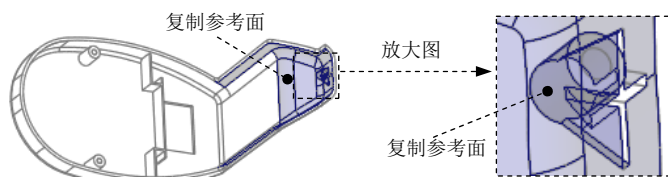

图 26.16 复制参考面
(1) 将坯料、分型面遮蔽，将参考模型取消遮蔽，选取图 26.16 所示的模型表面。
(2) 单击 **模具** 功能选项卡 **操作** 区域中的“复制”按钮.
(3) 单击 **模具** 功能选项卡 **操作** 区域中的“粘贴”按钮。系统弹出“曲面：复制”操控板
(4) 在“曲面：复制”操控板中单击  按钮。